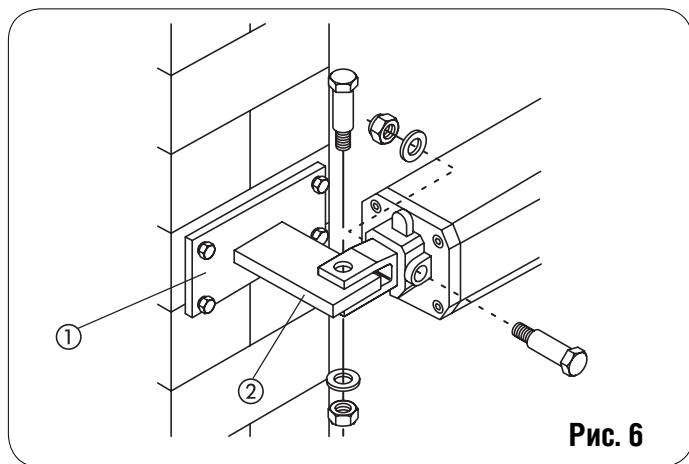

Рис. 6
Для железных столбов обеспечьте надежное крепление заднего кронштейна (сноска 2, Рис. 6) непосредственно на столб.
В) закрепите на столбе с помощью винтов и компенсационных заглушек заднюю пластину, (сноска а, Рис.6), а к ней приварите заднее крепление, как показано на Рис. 6
2) Закрепите привод на заднем креплении с помощью прилагаемых винтов (Рис. 6).